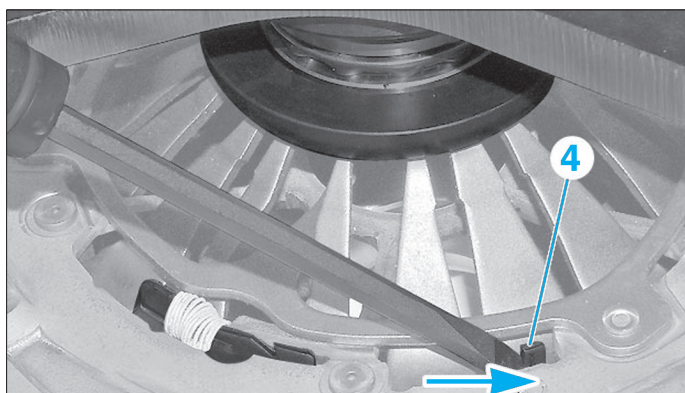

Fig. 9
- Effectuer une poussée sur l'index (4) (suivant flèche) (Fig.9).